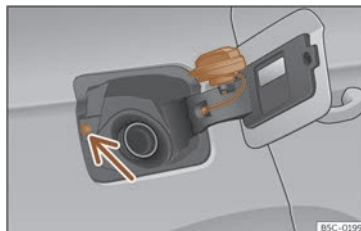

Abb. 203 Tankklappe mit aufgestecktem Tankverschluss.
- Platzieren Sie den Verschluss in der Aussparung, die sich im Scharnier der geöffneten Tankklappe befindet >>> (Abb. 203).
Nicht den Taster für Tankdeckelverriegelung >>> (**Abb. 203**) (Pfeil) berühren. Das System interpretiert ansonsten, dass der Tankvorgang beendet ist und ein weiteres Betanken ist nicht mehr möglich. Um weiter tanken zu können, drücken Sie erneut den Taster in der Fahrertür.